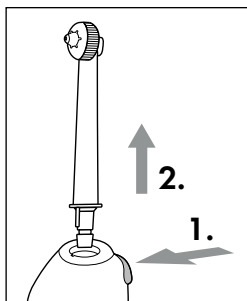

Abb.3
- ◆ Zum Abnehmen der Aufsteckdüse **2** drücken Sie den Entriegelungsknopf **11** am Handteil **5** und ziehen Sie dann die Aufsteckdüse **2** vom Handteil **5** ab (siehe Abb. 3).